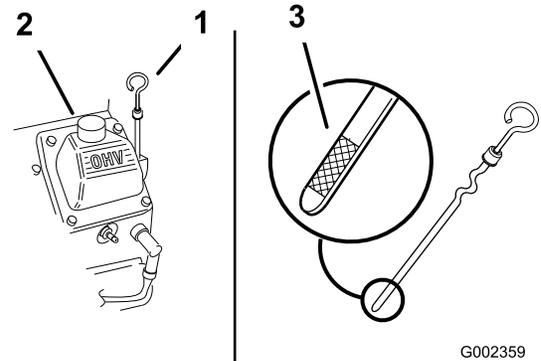

図 16
3. 給油口からゴミが入ってエンジンを傷つけないように、ディップスティック 図 16 の周囲をウェスできれいに拭く。
4. ディップスティック 図 16 を抜き取り、付いているオイルをウェスで拭きとる。
5. ディップスティックを補給管一杯に差し込む 図 16。ただしねじ込まないこと。
6. 補給管 図 16 から、必要量の80%程度のオイルをゆっくり入れる。